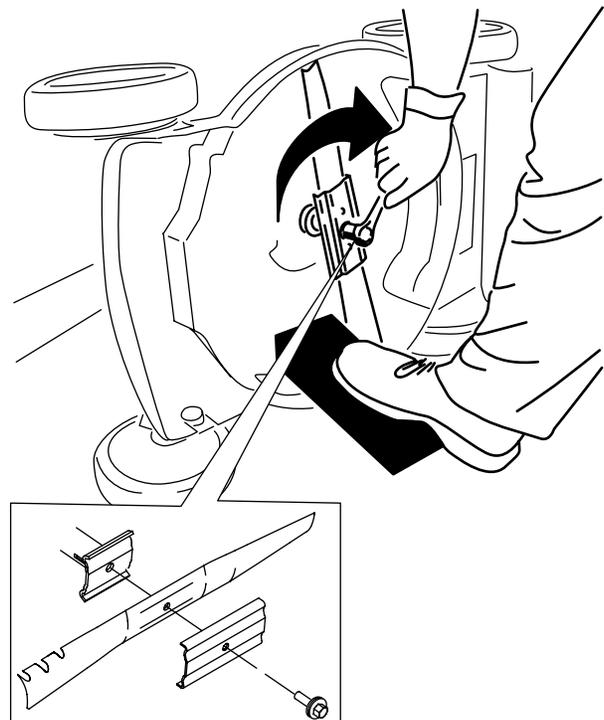

Bild 22
4. Installieren Sie das neue Messer, die Halterung und den Messerbolzen (Bild 22).